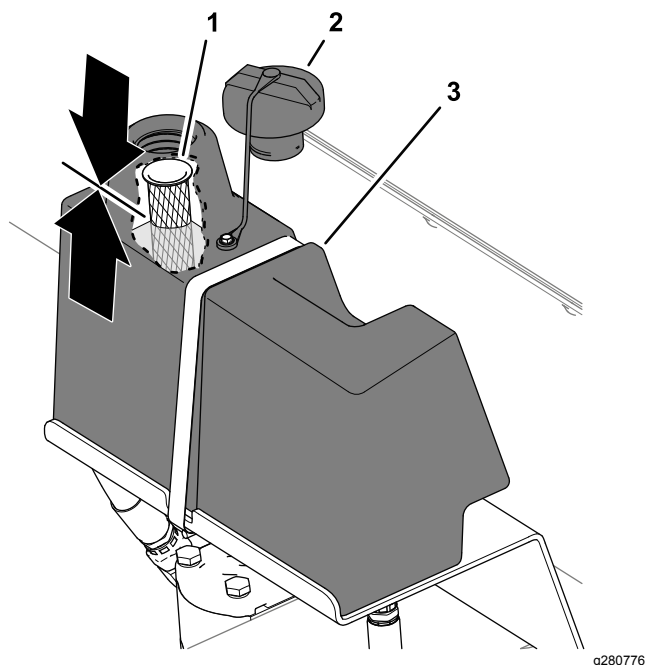

图35
2. 清洁液压油箱加油颈和油箱盖周围的区域并取下油箱盖 图35。
液位应达到距加油颈滤网一半的距离 图35。
5. 安装液压油箱盖 图35。
5. 清洁液压油箱加油颈和油箱盖周围的区域并取下油箱盖请参阅 检查液压油位 (页码 21) 中的 图35。
8. 安装液压油箱盖请参阅 检查液压油位 (页码 21) 中的 图35。